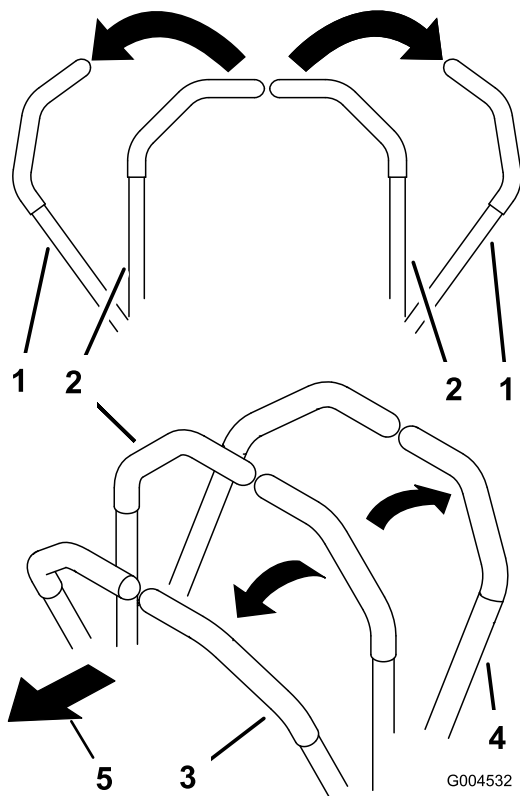

图20
- 要直线向前移动请缓慢向前推动移动控制杆图 20。
- 要直线向后移动请缓慢向后拉动移动控制杆图 20。
- 如要转向请向后拉动两个控制杆减慢机器速度向前推动想要转向的另一侧的控制杆图 20。